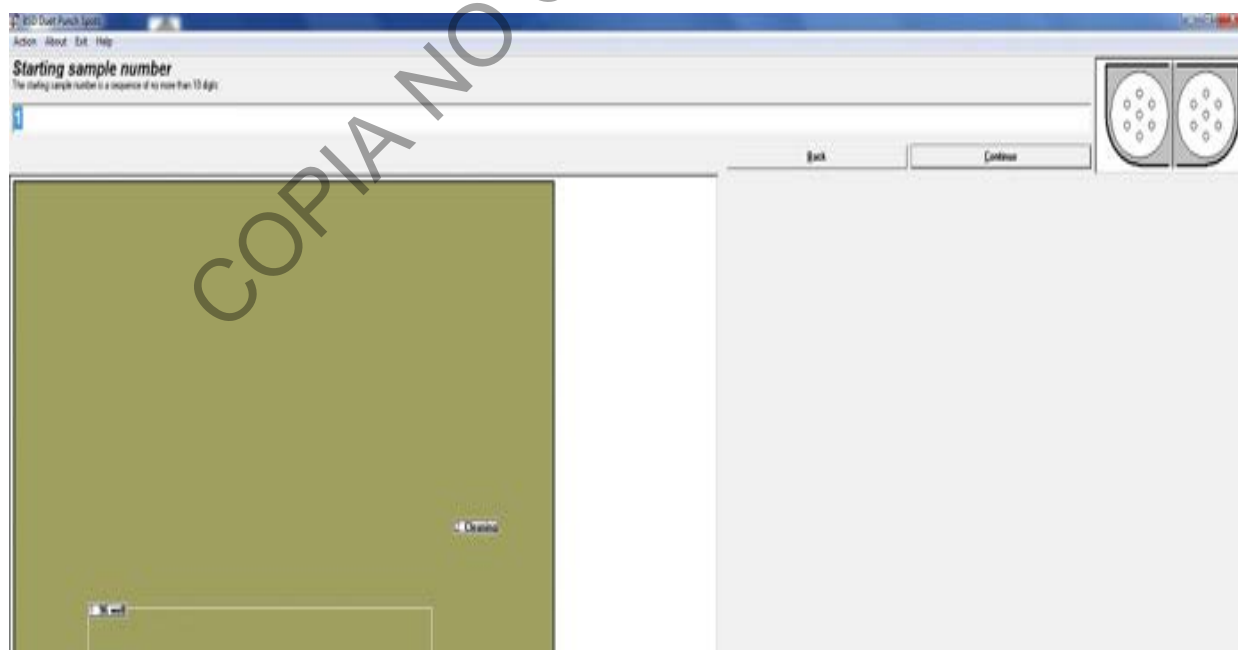

Figura 11. Número inicial de muestra de la placa
- 7.2.7** En la pantalla que se despliega, en la opción número inicial de muestra ("Starting sample number") deje el número 1 y haga clic en continuar (opción "Continue") (ver figura 11).